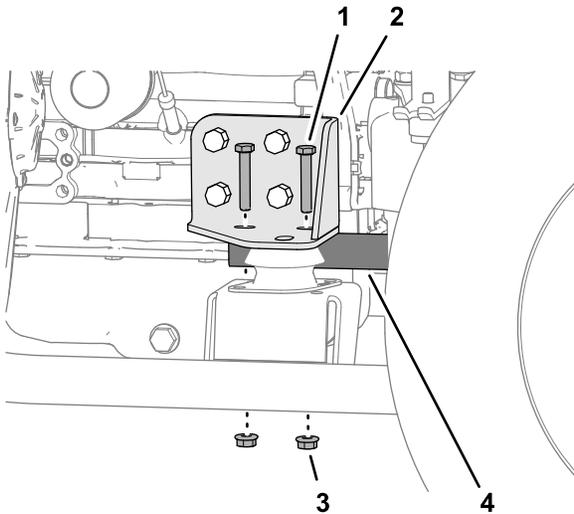

**Bild 90**
5. Haken Sie an der Kühlerseite die Dämpfungsfeder der Kupplung von der Federhalterung aus (Bild 90).
4. Haken Sie die Dämpfungsfeder der Kupplung zwischen der inneren Kupplungsplattenschraube und der Federhalterung ein, siehe Bild 90 in Entfernen der Zapfwellenriemen \(Seite 69\).